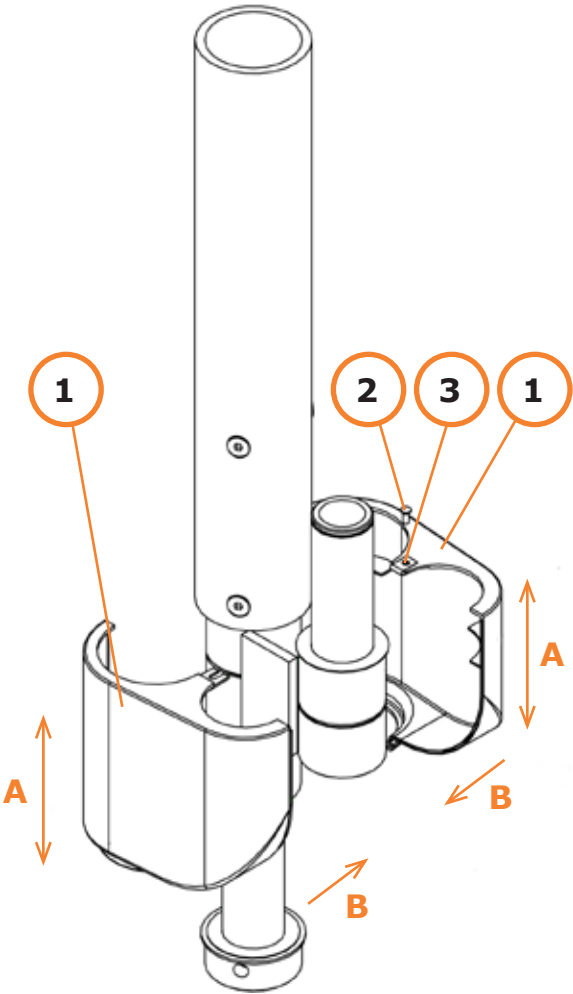

Abb. 17
Um eine Beschädigung der Kunststoffabdeckung während des Transports zu vermeiden, müssen die beiden Hälften der Abdeckung (1/Abb. 17/18) vor Ort angebracht werden. Führen Sie die folgenden Schritte aus, um die ordnungsgemäße Installation der Abdeckung zu gewährleisten:
- 7.1.1 Nehmen Sie die Kunststoffabdeckung aus dem Versandkarton und versichern Sie sich, dass sie sich in einwandfreiem Zustand befindet. Entfernen Sie sorgfältig die Montageschraube(n) (2/Abb. 17/18) und die Blechmutter(n) (3/Abb. 17/18) und bewahren Sie sie zur späteren Wiederverwendung an einem sicheren Ort auf.
- 7.1.2 Stecken Sie die Blechmutter(n) (3/Abb. 17/18) auf das Bohrloch der Stativabdeckung.
- 7.1.3 Stellen Sie sicher, dass beide Hälften vertikal ausgerichtet sind (A/Abb. 17/18). Sobald sich beide Hälften auf gleicher Höhe befinden, drücken Sie sie sanft in Position (B/Abb. 17/18). Stellen Sie sicher, dass die Klammern in der Abdeckung in den Kerben einrasten, wenn diese zuschnappen.
Achten Sie bei der Montage der Abdeckungsteile darauf, die Montageschraube (2/Abb. 17/18) nicht zu fest anzuziehen. Sollte die Schraube durch die vorhandene Bohrung durchgeschraubt werden, müssen die Abdeckungsteile getauscht werden.
- 7.1.4 Um die Kunststoffabdeckung am Stativ zu befestigen, ziehen Sie die Montageschraube (2/Abb. 17/18) im Gewinde fest.
- 7.2.1 Entfernen Sie die Schraube(n) (2/Abb. 17/18) von der Kunststoffabdeckung, und bewahren Sie sie an einem sicheren Ort auf.
- 7.2.2 Trennen Sie die beiden Hälften vorsichtig von oben, entgegen der Richtung (B/Abb. 17/18).
- 7.2.5 Bringen Sie nach dem Entfernen der Kunststoffhälften die Schraube(n) (2/Abb. 17/18) an der Blechmutter an, damit Sie sie nicht verlieren.